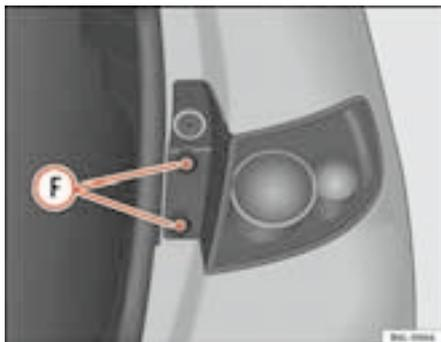

Fig. 160 Luz trasera en la carrocería
- Desenrosque los tornillos **F** ⇒ fig. 160 con la parte plana del destornillador.